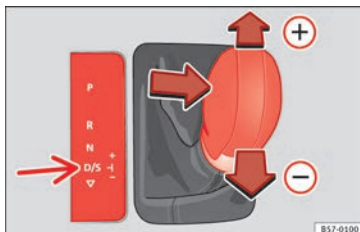

Fig. 179 Console centrale: cambio del rapporto di marcia con tiptronic.
- Tirare la leva selettrice in avanti  per inserire una marcia superiore » **fig. 179**.